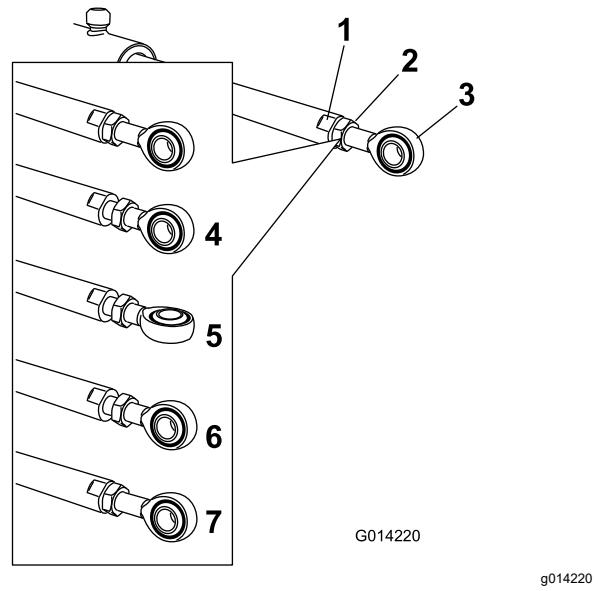

Figura 151
5. Agarre el émbolo del actuador con una llave inglesa en las zonas planas, luego afloje la contratuerca (Figura 151).
6. Gire la rótula en el émbolo del actuador para acortar o alargar el actuador extendido a la posición deseada (Figura 151).